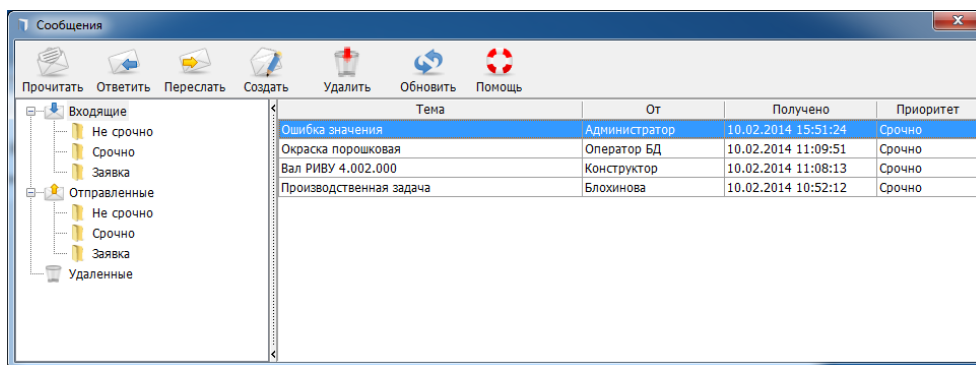

Рис. 2.11. Окно службы сообщений
Служба вызывается кнопкой **Сообщения** на панели инструментов рабочего окна системы и открывается в отдельном окне (Рис. 2.11).
- В инструментальном меню нажмите кнопку **Сообщения**. Откроется окно службы сообщений (см. Рис. 2.11);
Сообщение также можно прочитать, перейдя в окно **Сообщения** (см. Рис. 2.11) после нажатия на кнопку **Сообщения**.